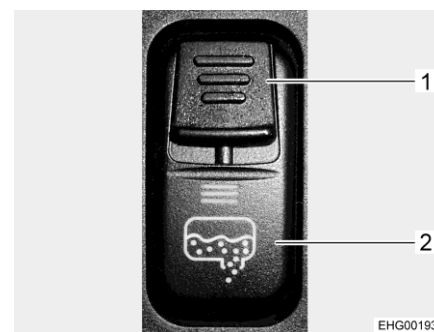

Bild 156 Vippkontakt (avtappningskran)
Avtappningskranen för avloppstanken öppnas och stängs med en vippkontakt på brytarkonsolen i förarhytten. För att förhindra att avtappningskranen öppnas av misstag är vippkontakten utrustad med ett säkerhetsspjäll (Bild 156,1). Avloppsröret med anslutning för en avloppsslang sitter under fordonet.
- Säkerhetsspjäll (Bild 156,1) på vippkontakten (Bild 156,2) nedåt och tryck samtidigt nedtill på vippkontakten. Avloppsventilen öppnas då och avloppstanken töms. Lysdioden lyser så länge avloppsventilen är öppen.
- Stäng avtappningskranen när avloppsvattnet har tömts ut helt. Gör det genom att trycka reglaget (Bild 156,1) uppåt.